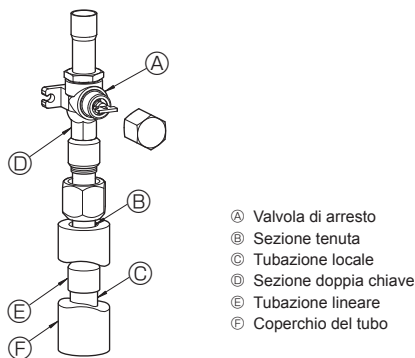

Fig. 4-3
- ③ Per il collegamento delle tubazioni lato gas, procedere nel modo seguente. (Fig. 4-3)